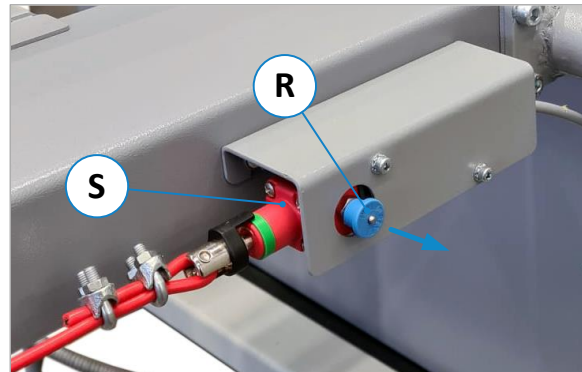

Figure 39 : réinitialiser l'état d'arrêt d'urgence
- La situation d'arrêt d'urgence est déclenchée par l'interrupteur de la corde d'arrachage (S), ⇒ Figure 39.